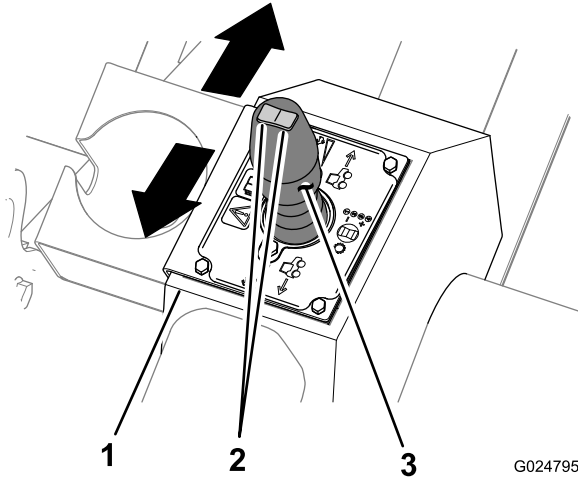

Bild 14
Mit dem Joystick für den Nutzgeräteantrieb ändern Sie beim Grabenziehen, Pflügen oder Bohren die Fahrtrichtung und Geschwindigkeit der Maschine (Bild 14). Je mehr Sie den
- Bewegen Sie den Joystick für den Nutzgeräteantrieb nach vorne, um die Maschine vorwärts zu bewegen (Bild 14).
- Bewegen Sie den Joystick für den Nutzgeräteantrieb nach hinten, um die Maschine rückwärts zu bewegen (Bild 14).
- Stellen Sie den Joystick für den Antrieb in die mittlere (neutrale) Stellung, um die Maschine anzuhalten (Bild 14).
Der Schalter für die Gangauswahl befindet sich oben am Joystick für den Nutzgeräteantrieb (Bild 14). Sie wählen mit ihm den Gang aus.